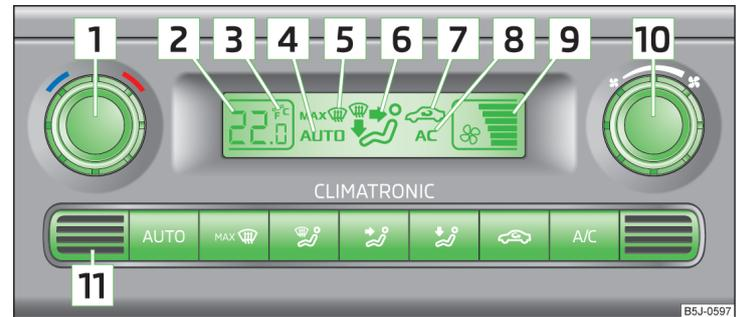

Abb. 97 Climatronic: Bedienungselemente
Den Innenraumtemperatursensor **[1]** » Abb. 97 nicht überkleben oder überdecken, sonst könnte die Climatronic ungünstig beeinflusst werden.
- › Die Taste **AUTO** » Abb. 97 auf Seite 93 drücken, im Display wird **AUTO** angezeigt.
- › Den Drehregler **[1]** » Abb. 97 auf Seite 93 nach links bzw. rechts drehen, um die Temperatur zu senken bzw. zu erhöhen.
Im Display erscheint die Angabe in den gewünschten Temperatur-Maßeinheiten (Pos. **[3]** » Abb. 97 auf Seite 93).
- › Die Symboltaste ☞ » Abb. 97 auf Seite 93 drücken.
- › Die Symboltaste ☞ » Abb. 97 auf Seite 93 erneut drücken.
- › Den Drehregler **[10]** » Abb. 97 auf Seite 93 nach links bzw. rechts drehen, um die Gebläsedrehzahl zu senken bzw. zu erhöhen.
Die eingestellte Gebläsedrehzahl wird durch die Anzeige der jeweiligen Anzahl von Segmenten im Symbol **9** » *Abb. 97 auf Seite 93* im Display dargestellt.
➤ Die Symboltaste **MAX** » *Abb. 97 auf Seite 93* drücken.
➤ Die Symboltaste **MAX** » *Abb. 97 auf Seite 93* erneut drücken oder die Symboltaste **AUTO** drücken.